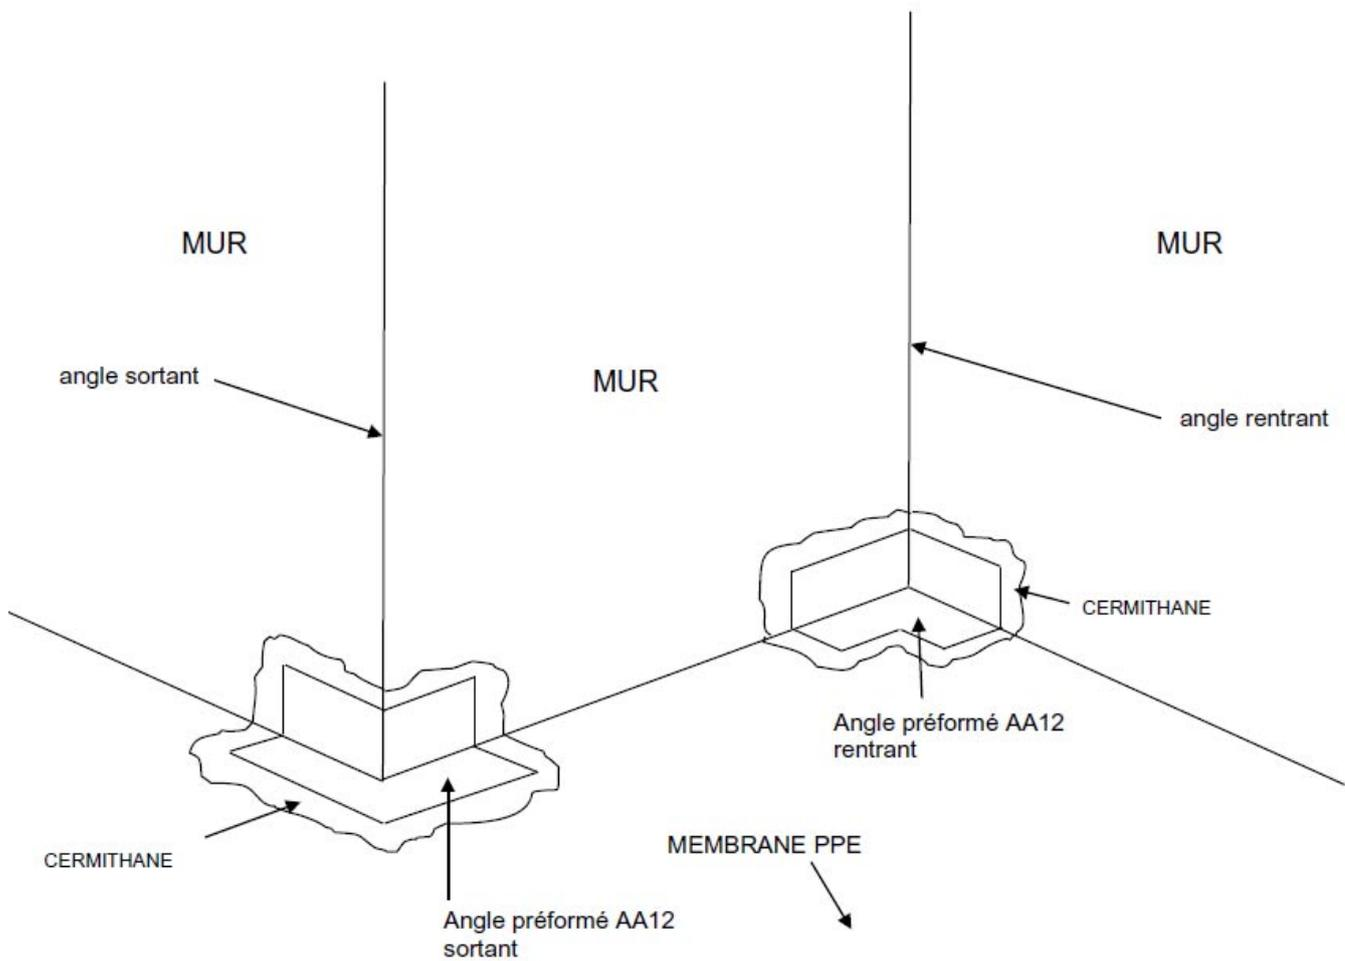

Figure 2 - Angle rentrant traité par pliage du lé de MEMBRANE PPE
4.332 Traitement des angles (figure 2)